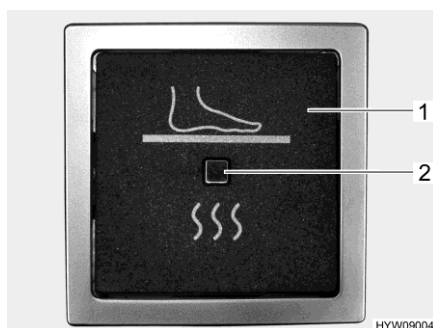

Bild 131 Brytare (elektrisk golvvärme)
- Tryck på vipkontakten (Bild 131,1). Kontrollampan på brytaren (Bild 131,2) lyser.
- Tryck på vipkontakten (Bild 131,1). Kontrollampan på brytaren (Bild 131,2) slocknar.